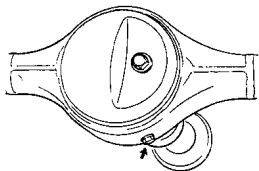

图 13-2
(3) 卸下位于桥壳底部的放油口螺塞,将桥壳内的润滑油放出到容器中(图13-2)。